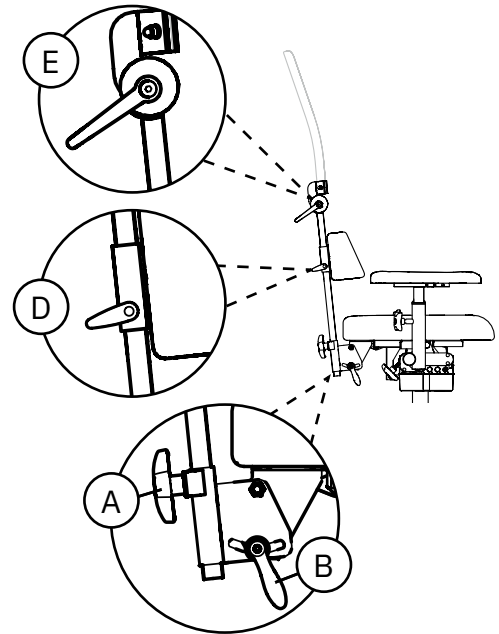

Abb. 5.9. Hohe Rückenlehne mit verstellbarem Kissen und Makrolon-Kopfstütze.
Mit dem Rückenlehnenmechanismus Standard Röntgen können die Höhe der Rückenlehne (A) und die Neigung des Rückenlehnenfunktion (B) verstellt werden. Die Rückenlehne hat außerdem eine höhenverstellbare Lordosenstütze (D) und eine im Winkel verstellbare Kopfstütze (E), siehe Abbildung 5.9.